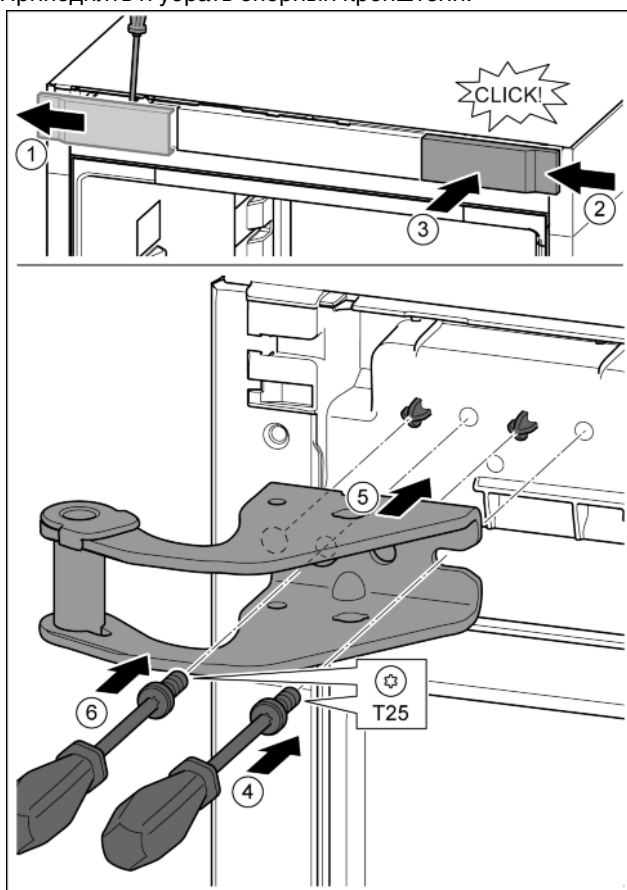

Fig. 14
- ▶ Крышку отсоединить с помощью отвертки и убрать в сторону. Fig. 14 (1)
- ▶ Навесить крышку, повернув ее на 180°, справа с другой стороны. Fig. 14 (2)
- ▶ Крышку зафиксировать. Fig. 14 (3)
- ▶ Установить винт отверткой T25. Fig. 14 (4)
- ▶ Установить верхний опорный кронштейн. Fig. 14 (5)
- ▶ Затянуть винт. Fig. 14 (4)
- ▶ Вставить и затянуть винт отверткой T25. Fig. 14 (6)